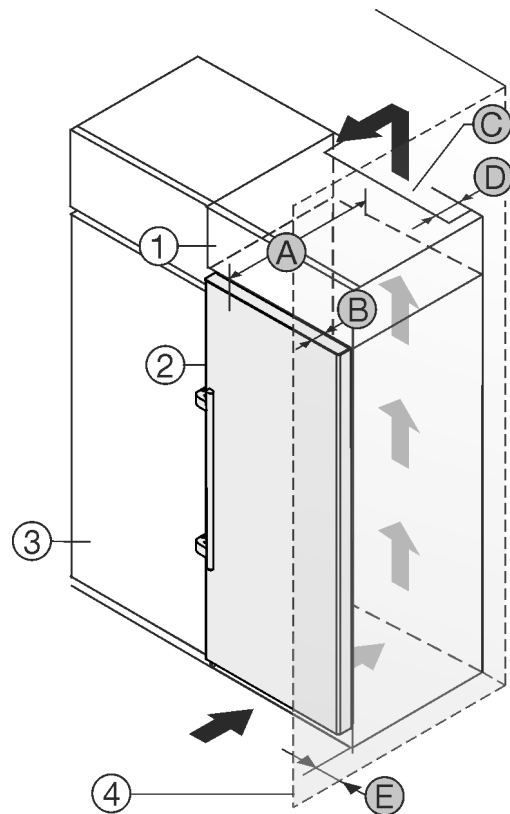

Fig. 2
- (1) Шафа для встановлення на пристрій \*
- (2) Пристрій \*
- (3) Кухонна шафа \*
- (4) Стінка \*
- (A) Глибина пристрою \*
- (B) Глибина дверей \*
- (C) Вентиляційний зазор \*
- (D) Відстань задня сторона пристрою \*
- (E) Відстань до сторони пристрою \*
Ви можете встановити пристрій безпосередньо поряд із кухонною шафою Fig. 2 (3).\*
Зі зворотного боку шафи для встановлення на пристрій слід передбачити вентиляційну шафу завглибшки Fig. 2 (D) на всю ширину цієї шафи.\*
Слід дотримуватись вентиляційного отвору Fig. 2 (C) в стелі приміщення.\*
Якщо пристрій із шарнірами встановлюється поряд зі стіною Fig. 2 (4), відстань між пристроєм та стіною повинна бути не менше 57 мм. Це відповідає необхідній відстані для ручки після відкривання дверцят.\*
Щоб мати можливість повністю відкривати дверцята, потрібно, щоб пристрій виступав на відстань глибини дверцят Fig. 2 (B) відносно передньої панелі кухонної шафи. Залежно від глибини кухонних шаф Fig. 2 (3) та використання пристінних розпірок пристрій може ще більше виступати вперед.\*